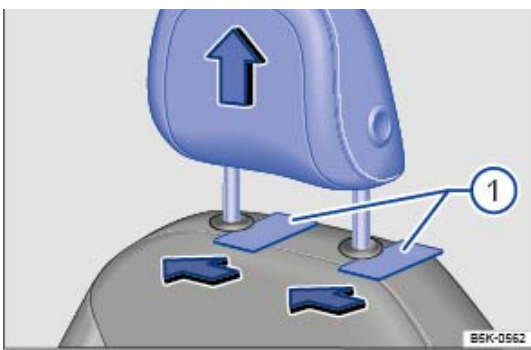

Fig. 48 Dépose de l'appuie-tête avant.
- Pour déverrouiller l'appuie-tête, glissez des objets plats, par ex. des cartes en plastique, entre la garniture du dossier de siège et les capuchons des barres de guidage de l'appuie-tête → Fig. 48 pendant qu'une deuxième personne retire entièrement l'appuie-tête.